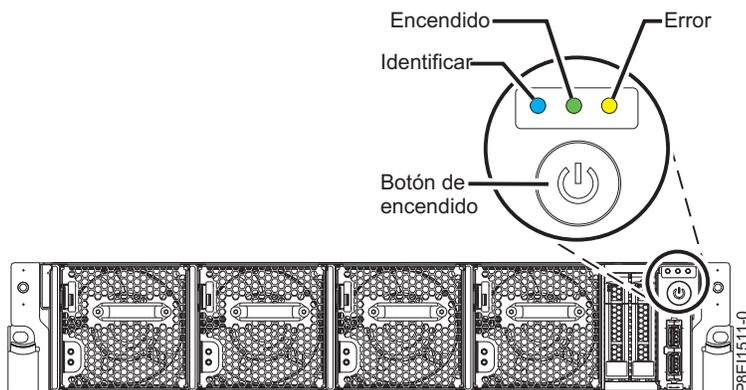

Figura 64. Botón de encendido
- El LED de encendido, tal como se muestra en Figura 64 parpadea. Una luz intermitente indica que la alimentación se halla en espera para la unidad.
3. Pulse el botón de alimentación que se muestra en Figura 64. La luz de encendido deja de parpadear y queda fija, lo que indica que el sistema está encendido. Los ventiladores de refrigeración del sistema funcionan a velocidad elevada y tras unos 30 segundos, vuelven a la velocidad operativa normal.